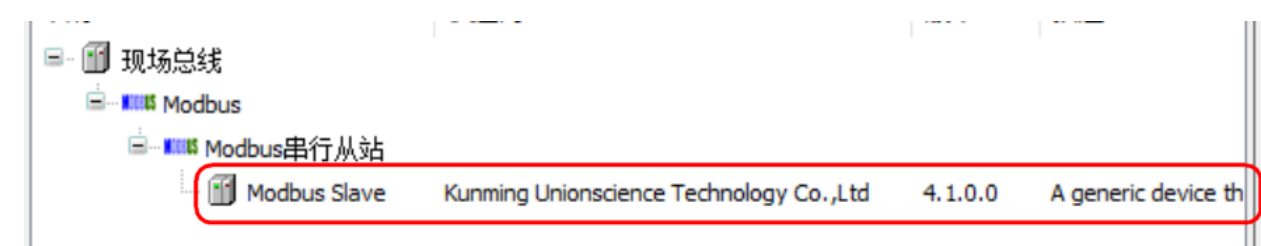

图 7 添加设备界面 4
- 5) 右键点击界面左侧新增的“EC400_MTCPS（Modbus TCP Slave）”项 在弹出菜单中选择“添加设备”，弹出“添加设备”界面，添加“Modbus Slave”，如图 7。